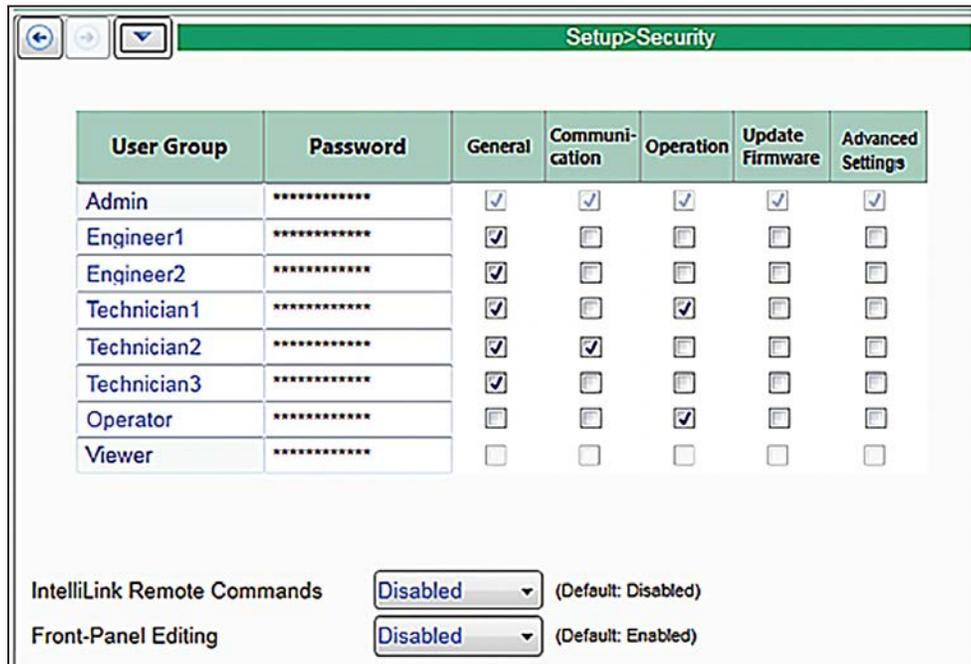

Figura 108. Tela *Configurações>Segurança*.
PASSO 2. Vá para a tela *Setup>Security* do Software de Configuração IntelliLink. Ver Figura 108.